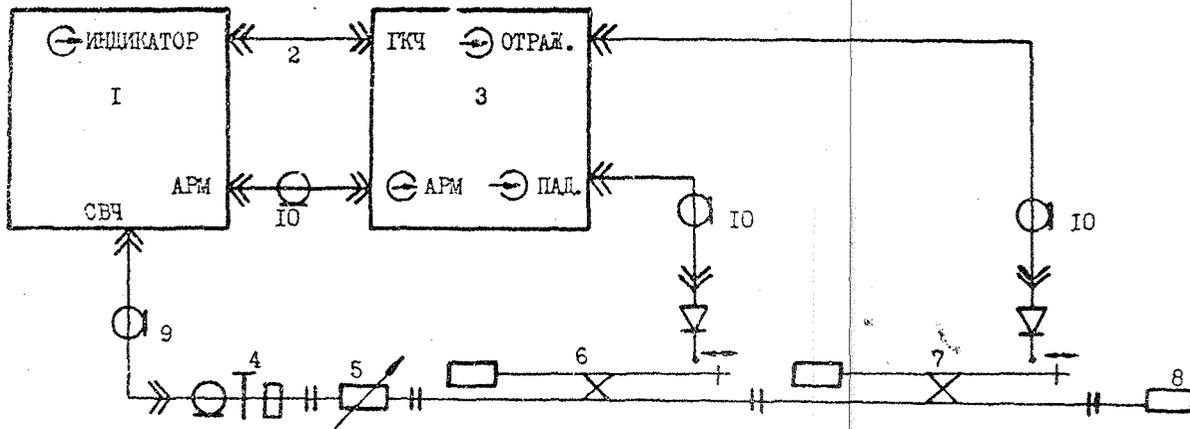

Рис. 3. Структурная схема калибровки прибора
9.1. ГКЧ, индикатор и СВЧ узлы соединяются согласно структурной схеме рис. 3. Для соединения выходов детекторов направленных с входами падающего и отраженного сигналов в индикаторе и выхода АРМ индикатора со входом АРМ ГКЧ используются соединительные двухоплеточные кабели К-9 из комплекта прибора. Для остальных соединений используется кабель "006" из комплекта ГКЧ.